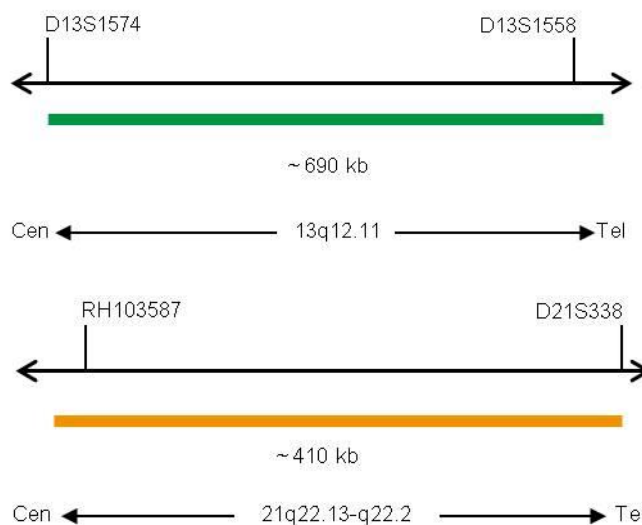

Fig. 2: Arriba: SPEC 13q12.11 Mapa de la sonda; abajo: SPEC 21q22.13-q22.2 Mapa de la sonda (no está a escala)
- Polinucleótidos marcados en verde (excitación a 503 nm/emisión a 528 nm) ZyGreen (~10,0 ng/μl), dirigidos a secuencias localizadas en 13q12.11\* (chr13:20,200,365-20,892,494) (ver Fig. 2).
- Polinucleótidos marcados en naranja (excitación a 547 nm/emisión a 572 nm) ZyOrange (~4,5 ng/μl), dirigidos a secuencias localizadas en 21q22.13-q22.2\* (chr21:39,372,983-39,784,773) (ver Fig. 2).